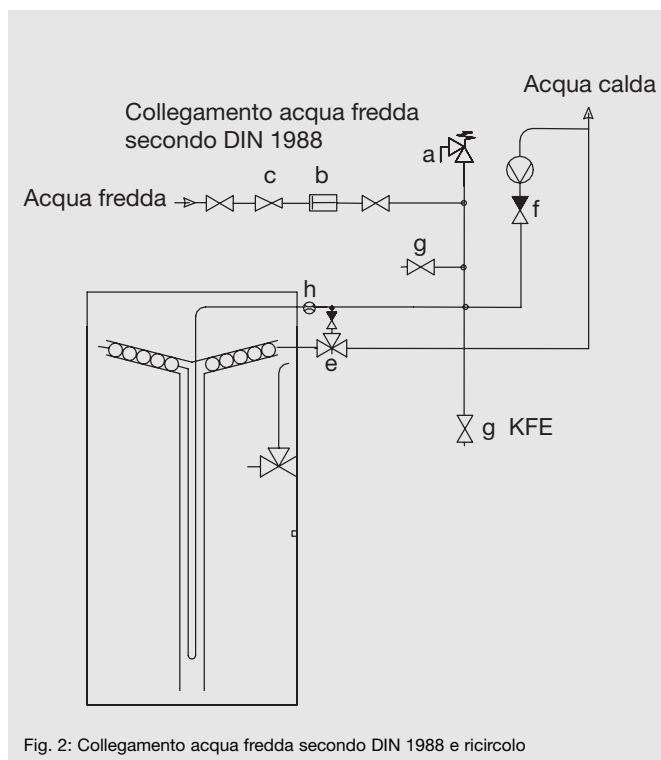

Fig. 2: Collegamento acqua fredda secondo DIN 1988 e ricircolo
- Per la termostattizzazione dell'acqua calda si consiglia un miscelatore automatico dell'acqua calda (e) fig. 2).